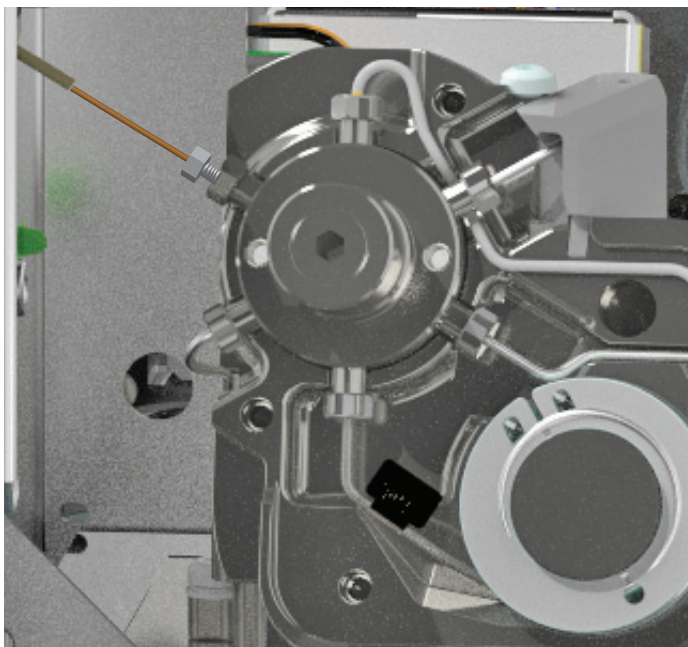

Figure 28. Ligne de transfert installée dans la vanne à 6 ports
- 14 Guidez doucement la silice fondue dans le raccord réducteur (l'écrou de 1/4 de pouce déjà dans la vanne à 6 ports) jusqu'au bout, jusqu'à ce qu'elle s'arrête. Faites glisser la férule en polyimide et l'écrou de 3/16 de pouce dans l'écrou de 1/4 de pouce. Serrez l'écrou de 3/16 pouce à la main, puis serrez d'un quart de tour supplémentaire. Voir la section **Figure 28**.